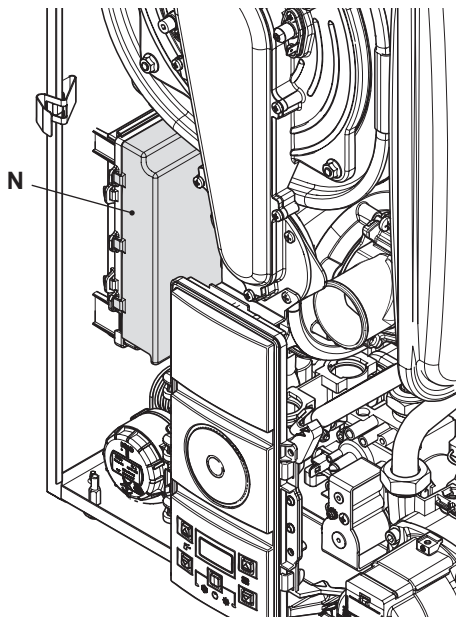

Figura 5.17
- Individuare il coperchio copri morsetteria N (Figura 5.17) ed aprirlo.